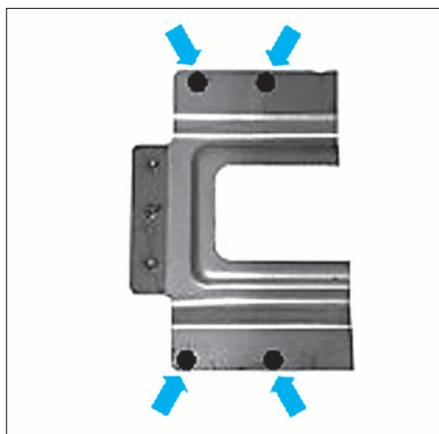

FIG. 34
- Souder par bouchonnage la tôle du renfort de bas de caisse mise de côté lors de la dépose (Fig.34).